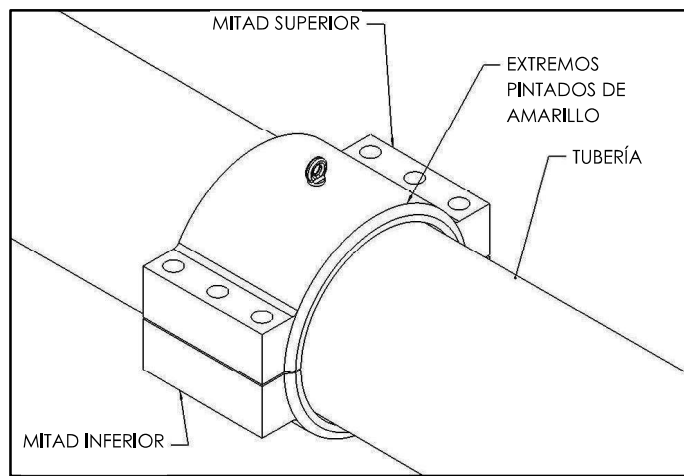

Figura 5
4. Ensamble la camisa bipartida "PLIDCO Split+Sleeve" alrededor del tubo asegurándose de que los extremos pintados de amarillo coincidan. El accesorio debe estar centrado sobre la fuga y/o el área dañada tanto como sea posible, como se muestra en la Figura 5. En ningún momento la fuga debe estar más cerca de ½" (12.7 mm) de los sellos circunferenciales. Trate de evitar que haya fugas directamente sobre los sellos longitudinales.